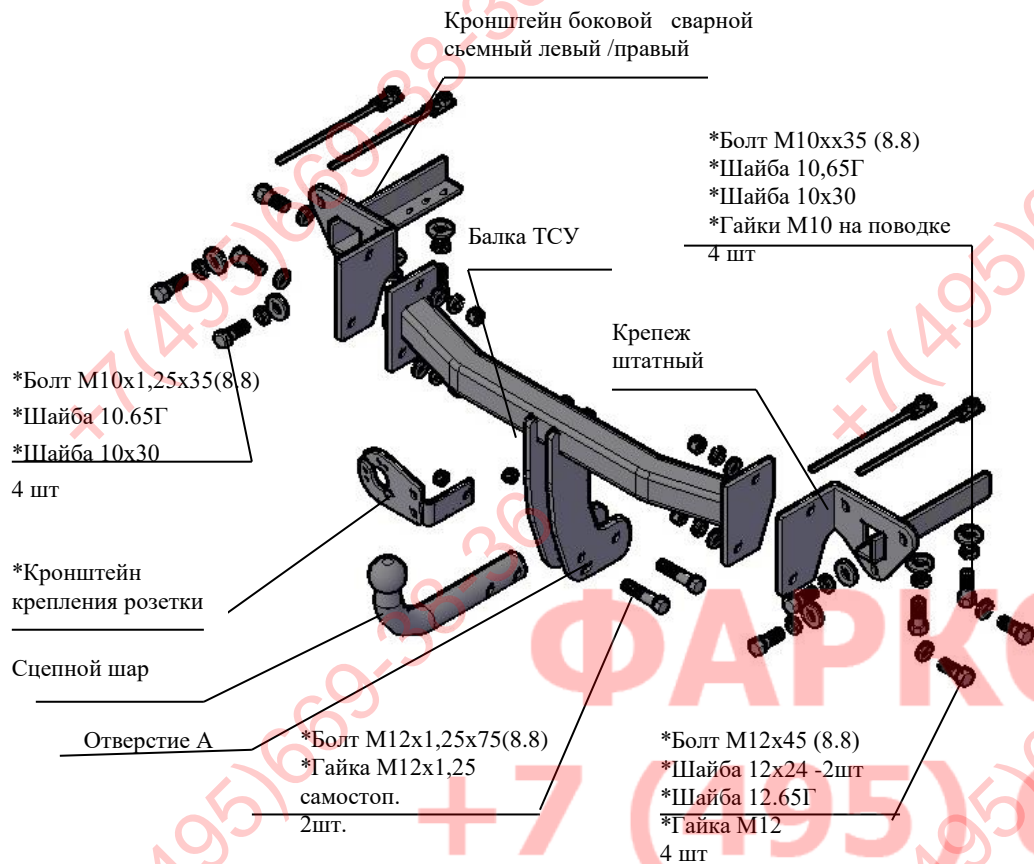

Рис.1 Тягово-сцепное устройство 8501 .
2.1 ТСУ 8501. в сборе (рис.1)	1 шт.
2.2 Пакет с комплектующими (см. рис.1) Защитный колпак	1 шт. 1 шт.
4.2 Установить боковые сварные съемные кронштейны в лонжероны а/м (правый и левый соответственно рис.1), закрепить болтами М10х35, подложив под головки болтов шайбы 10.65Г и шайбы 10х30, используя гайки М10 на поводках, а к фартуку а/м закрепить штатным крепежом (см.рис.1) и болтами М10х1,25х35, используя гайки штатные и подложив под головки болтов шайбы 10.65Г и шайбы 10х30. Крепеж не затягивать.